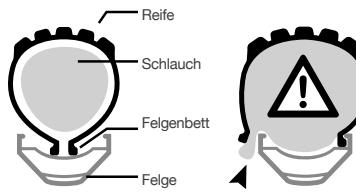

Abb. 26. Reifenwulst und Felgenbett
- Lassen Sie die Luft aus dem Schlauch ab und bewegen Sie den Reifenwulst zur Mitte der Felge. (Siehe Abb. 26).